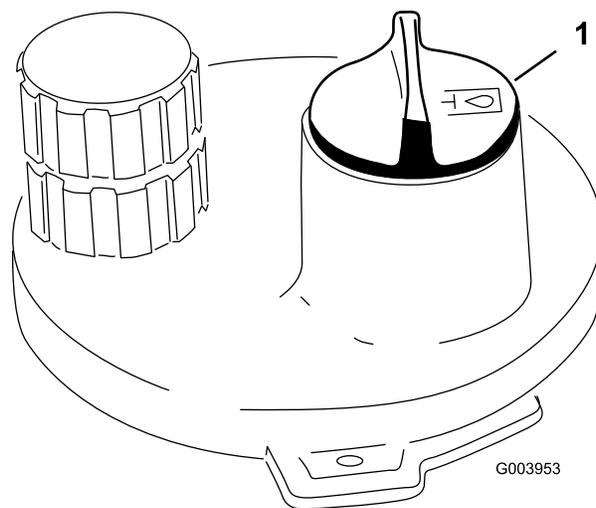

Figura 37
3. Limpe a zona em redor do tubo de enchimento e da tampa do depósito hidráulico (Figura 37). Retire a tampa do tubo de enchimento.